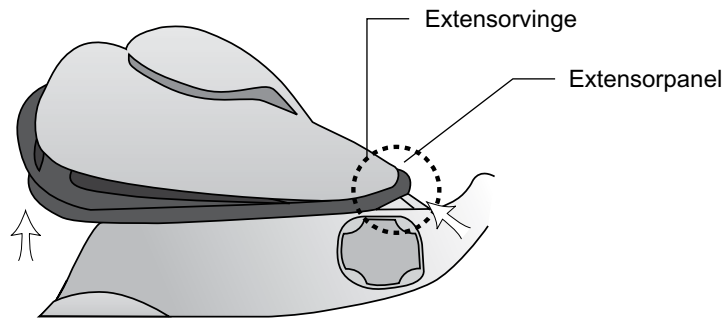

Bild 6-14: Placera extensorpanelen
- Öppna ortosens vinge och placera den smala änden av extensorpanelen i linje med den smala änden på extensorvingen. Se bild 6-14. Se till att änden av panelen ligger utanför vingen.